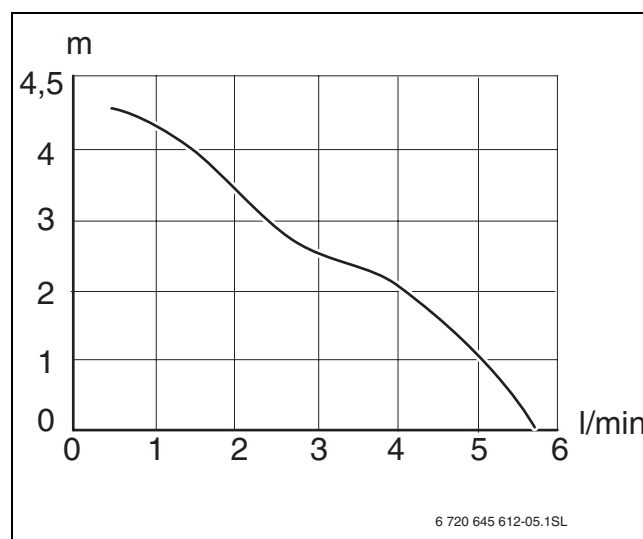
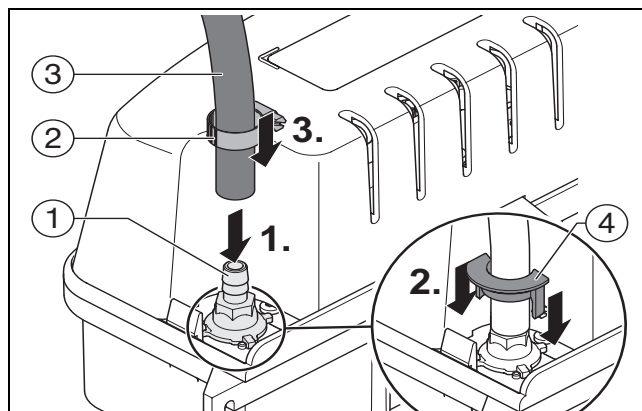
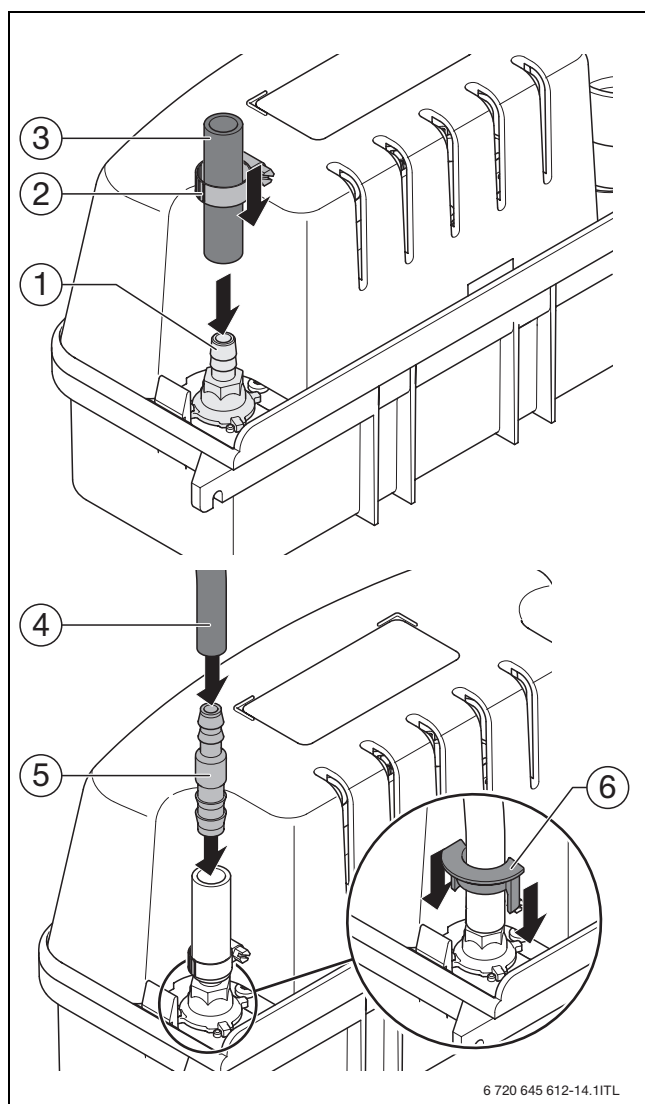
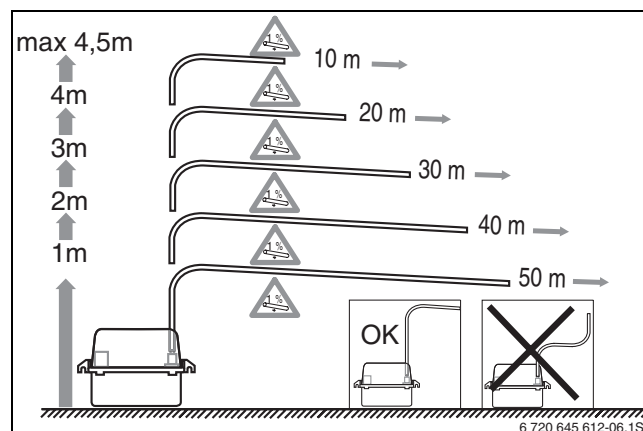

fig. 3 Débito (l/min) em função da altura manométrica (m)
fig. 8 Montar a mangueira de descarga
fig. 9 Montar mangueira de descarga com adaptador
fig. 10 Montagem da mangueira de descarga
- Tenha em atenção a altura manométrica máxima de 4,5 m (→ fig. 3 e fig. 10).
- Tenha em atenção a colocação correcta da mangueira com 1 % de inclinação (→ fig. 10).
- ▶ Em caso de diferentes diâmetros de mangueira utilizar um adaptador (→ fig. 9).
- Ter em atenção as fig. 3, fig. 8, fig. 9 e fig. 10.